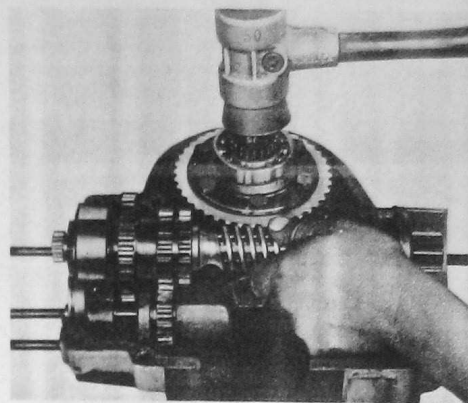

Fig. 61
2. Den leichtesten Klopfen in einem Gehäusethammer Schneckenrad in das Gehäuse treiben (Fig. 61). Prüfen, ob Spiel zwischen Schneckenrad und Schneckenwelle vorhanden ist.